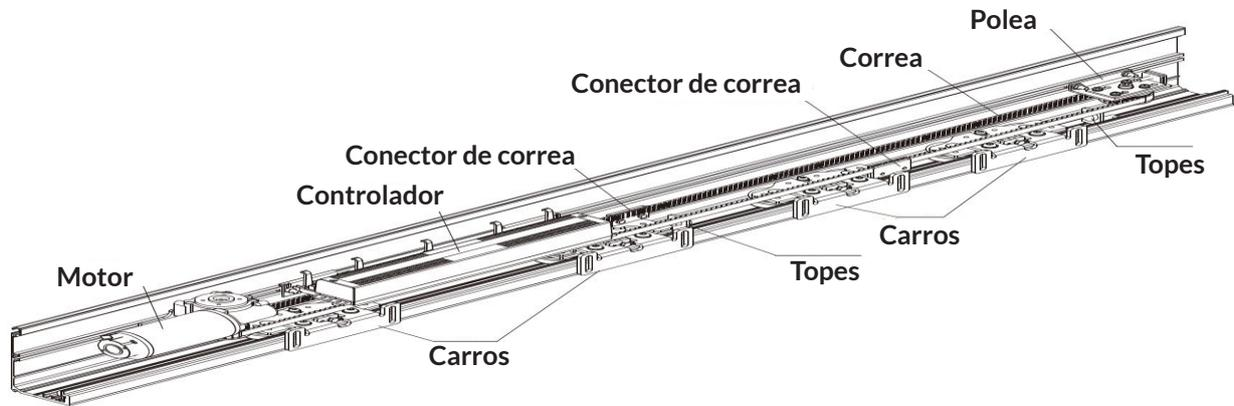

Fig.3
- 3- La distancia entre final del perfil ha de ser entre 80-100 mm.(fig.3)
- 3- Colocar el cuadro controlador junto al motor. (fig.3)
- 3- Colocar el reenvío tensor en la parte izquierda a una distancia de 80-100 mm. del final de la viga.(fig.3)